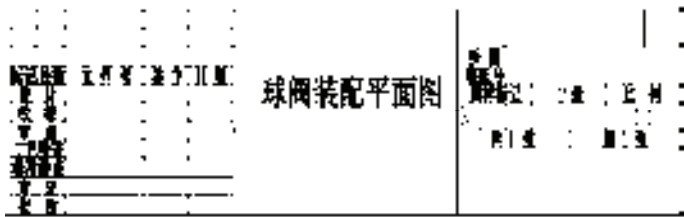

图 9-34 填写好的标题栏
- 2) 填写标题栏。单击“绘图”工具栏中的“多行文字”按钮 ，填写标题栏中相应的项目，结果如图 9-34 所示。